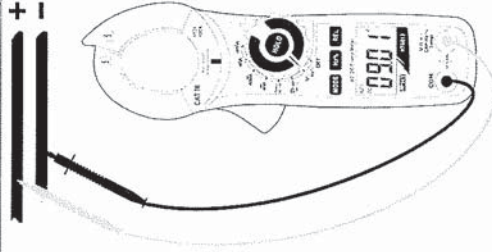

Fig. 2: Uso de la pinza en medida de Tensión CC
2. Inserte el cable rojo en el terminal de entrada $V_{\Omega} \rightarrow \rightarrow \text{CAPHz}\% \text{Temp}$ y el cable negro en el terminal de entrada **COM** (ver Fig. 2)